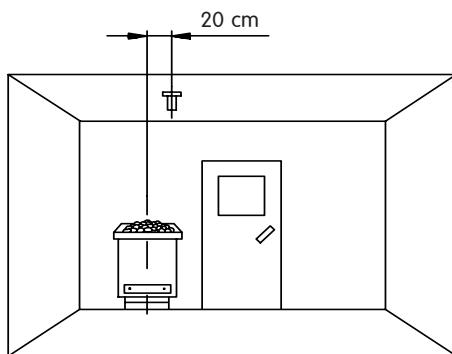

Fig. 7
Veuillez vous rappeler que les dimensions indiquées ci-après se réfèrent à des valeurs fixées lors de l'essai de l'appareil selon EN 60335-53-2. Le capteur du poêle se monte toujours, fondamentalement, à l'endroit où sont attendues les températures les plus élevées. La fig. 7 illustre le lieu de montage du capteur.
1. Dans les cabines mesurant jusqu'à 2 x 2 m, le capteur de poêle se monte conformément aux figures 7 et 8. Dans les cabines plus grandes, il se monte conformément aux figures 7 et 9.